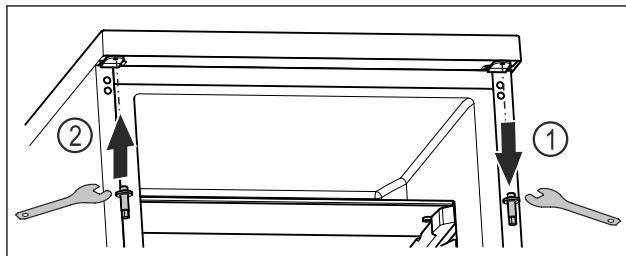

Fig. 22
- ▶ Odvrnute gornji svornjak s pomoću vanjskog šesterostranog ključa. Fig. 22 (1)
- ▶ Pritegnite svornjak na suprotnoj strani s pomoću vanjskog šesterostranog ključa. Fig. 22 (2)